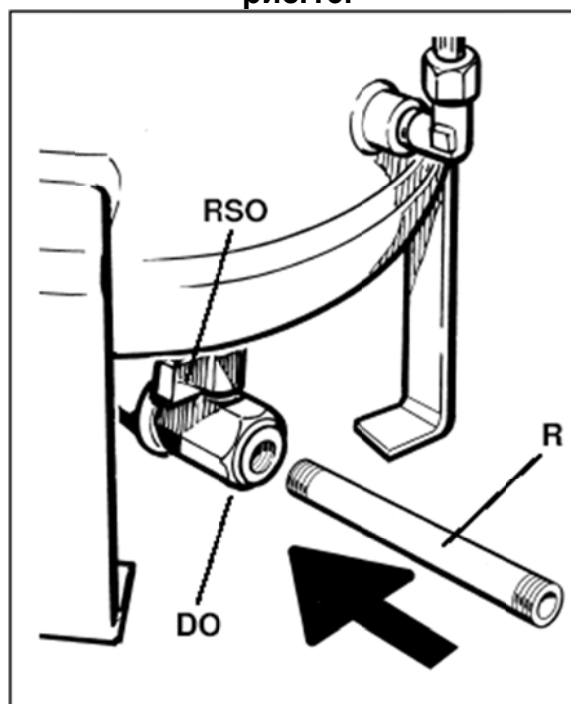

рис.17.
- Подсоединить прилагаемый штуцер **R**, который должен сообщаться с накопительной емкостью, к креплению **DO** после снятия предохранительной пробки (**рис.17**).
- Открыть сливной клапан **RSO** и слить масло (**рис.17**).